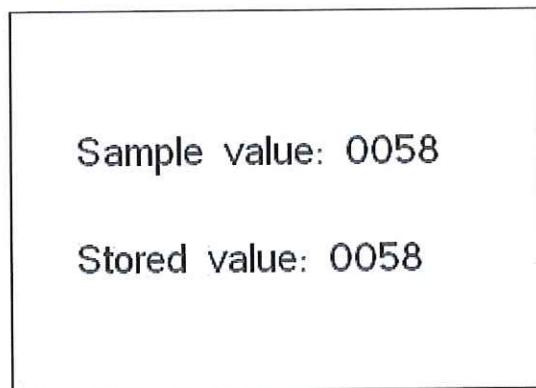

Fig 28
- ① I "Single" mode, akiver DOWN, senk til bunn;
- ② Først skru av strøm. Aktiver "↓"button samtidig som øylen strømsettes, - og du går inn i programmerings modus
- ③ Sample value er data som er lagret i sensoren. Intervall mellom 0000-0100 , Tast "ENT" for å lagre data i STORED VALUE . Tast ESC og kalibrering er foretatt. Begge verdier viser det samme .(Se Fig 28)